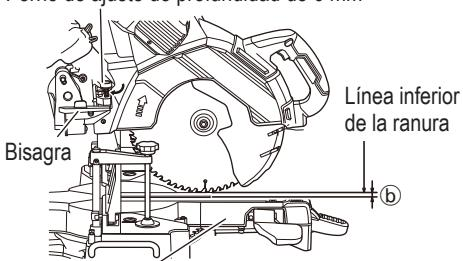

Fig. 53
- Baje el cabezal del motor y rote el perno de ajuste en profundidad de 6 mm con la mano, tal y como se muestra en la Fig. 53. (Donde la cabeza del perno de ajuste en profundidad de 6 mm entra en contacto con la bisagra.)